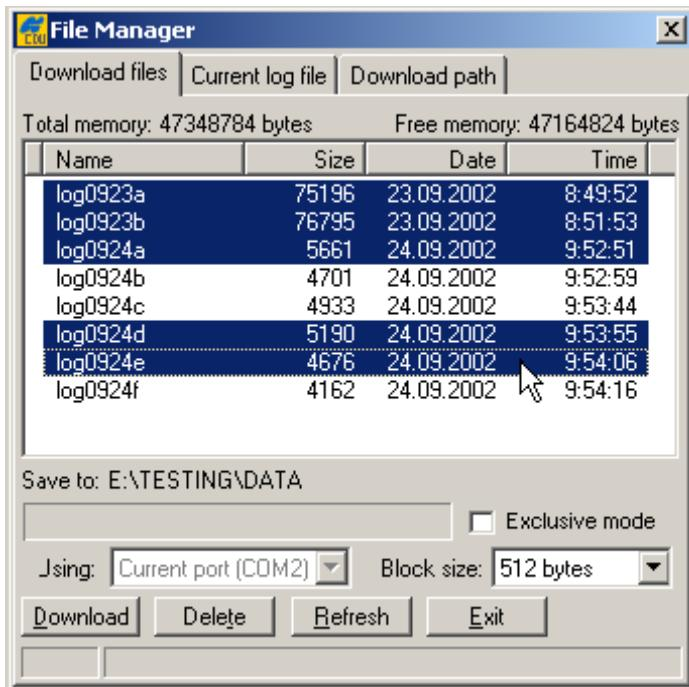

Рисунок 5-11. Загрузка файлов
5. Выберите вкладку *Download files* (*Файлы для загрузки*) и в ней отметьте файлы, подлежащие копированию (см. рис. 5-11 на стр. 5-7). Выбор нескольких подряд расположенных файлов производится с удержанием клавиши **Shift**, а группы из отдельных файлов - клавиши **Ctrl**.